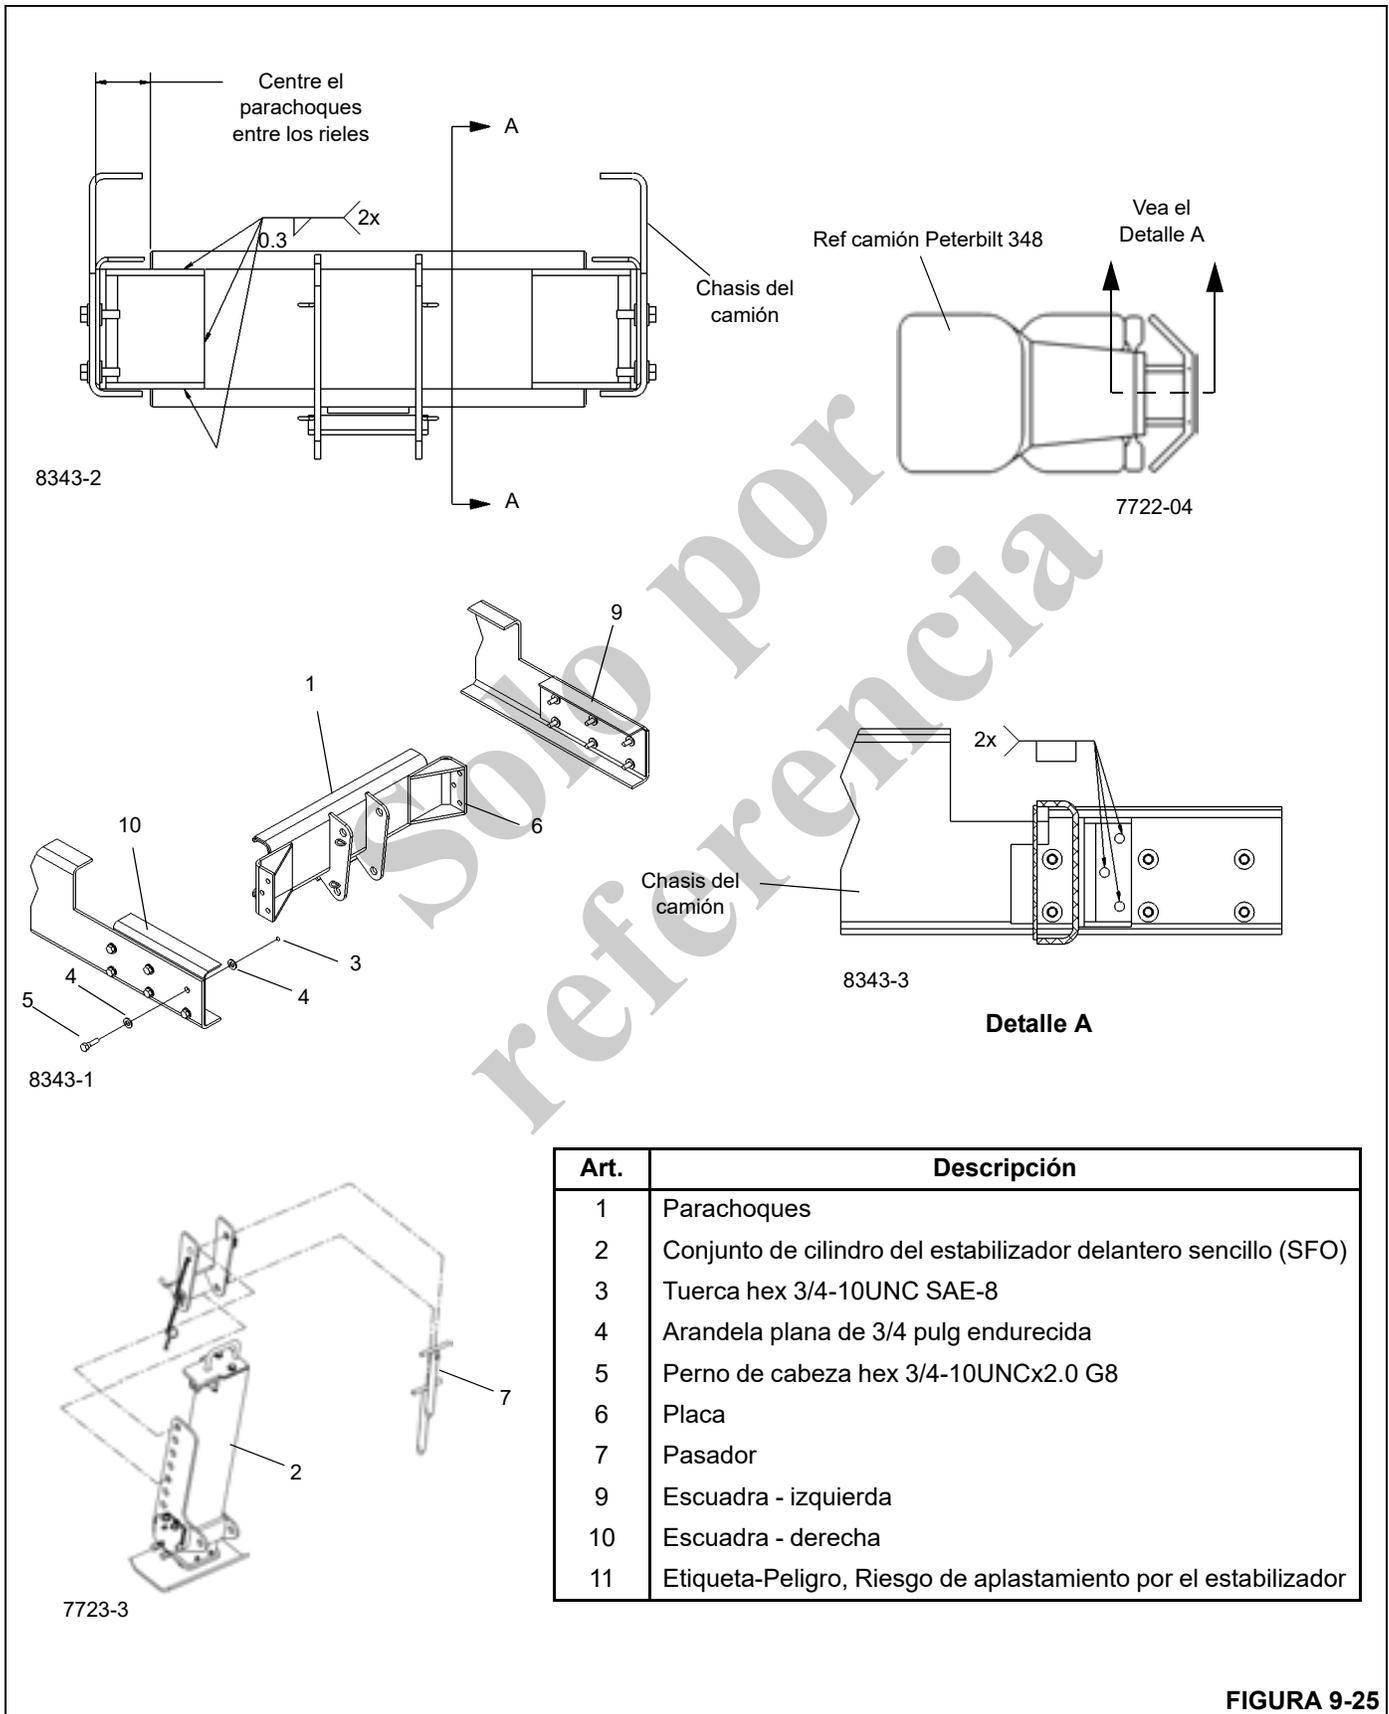

FIGURA 9-25
3. Fije las placas de montaje (6) a los rieles del chasis del camión.
4. Centre el parachoques (1) horizontalmente entre los rieles del chasis, después verticalmente para que haya un espacio libre sobre el suelo entre 355 a 482 mm (14 a 19 pulg) debajo del gato delantero. Suelde por puntos el parachoques a las placas de montaje.
5. Quite el conjunto de parachoques/placa de montaje del camión, después termine de soldar las placas de montaje (6) al parachoques (1) según los requisitos de soldadura en el dibujo de la Figura 9-25; todas las soldaduras deben ser de grado 90.
7. Fije el gato (2) al parachoques (1) usando los dos pasadores (7).
**FIGURA 9-25 continuación**